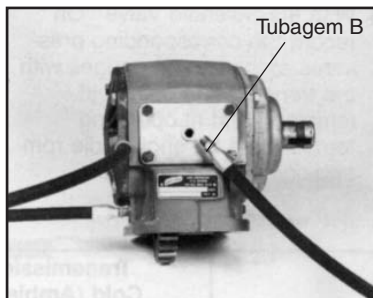

Fig. 1
4. Remover a tubagem “B” da tomada de força com a electroválvula “On”. A tubagem não deve apresentar nenhum óleo. Depois, desligar a electroválvula “Off” para descarregar o óleo da embraiagem da tomada de força através desta tubagem (Fig. 1).